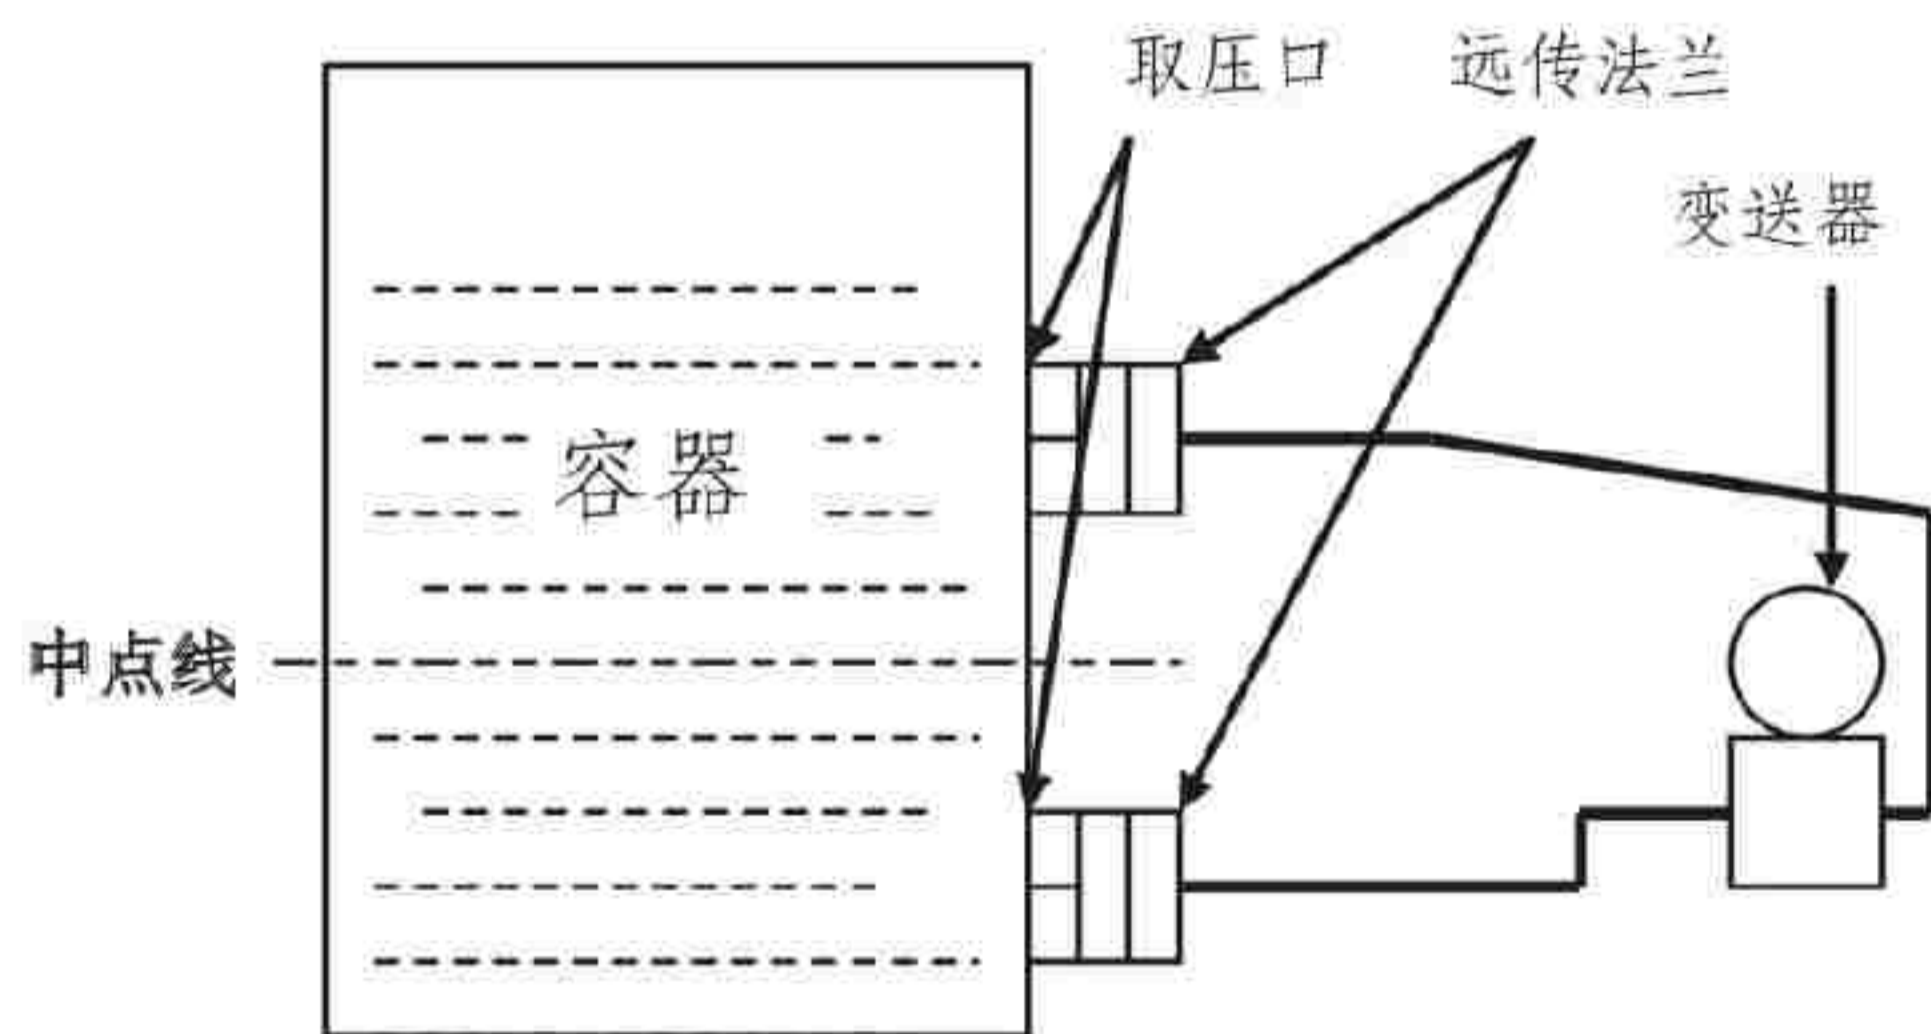

图5-6 双法兰变送器安装
- ②双法兰隔膜型压力/差压变送器测量容器液位时, 变送器应安装在取压口之间的中点或中点以下 (见图5-6所示)。
- ③安装在现场的远传法兰和毛细管应避免阳光直接照射;